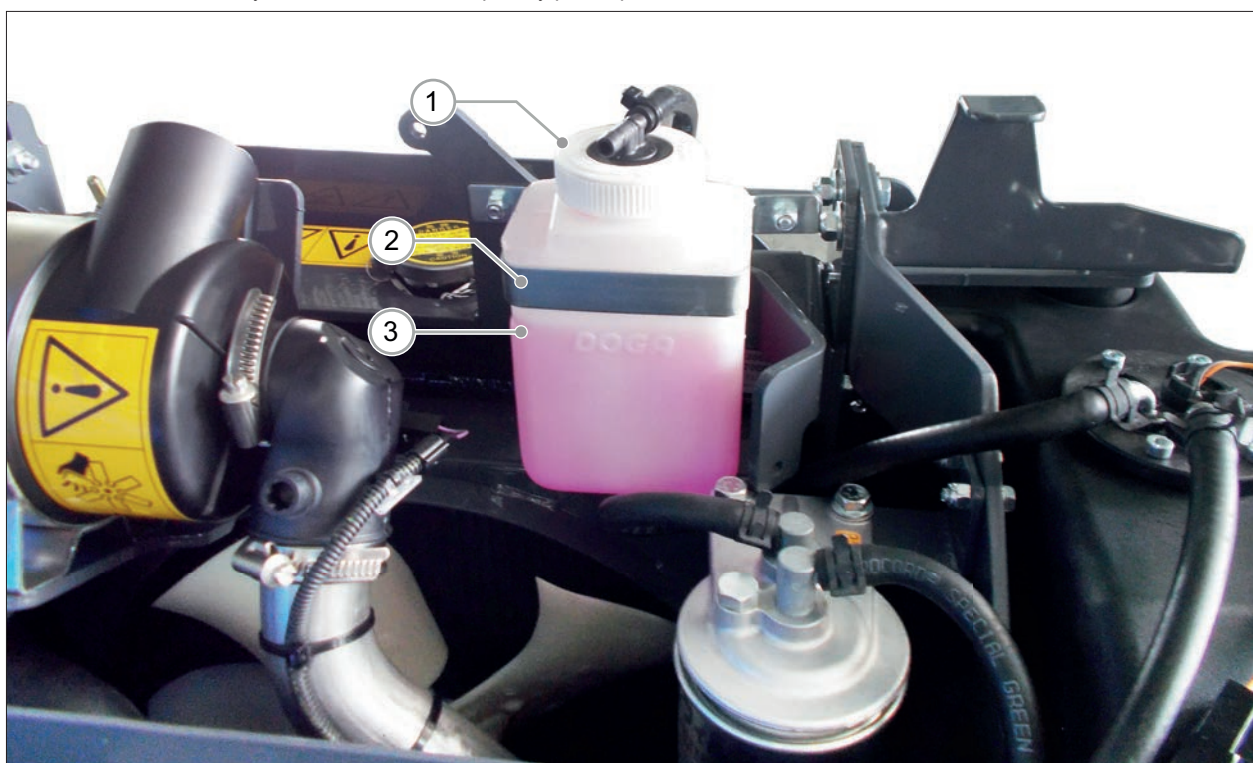

РИС. 61
- 4) Уровень охлаждающей жидкости холодного двигателя в расширительном бачке (РИС. 61 - Сс. 1) должен находиться между двумя линиями (РИС. 61 - Сс. 2 и Сс. 3).